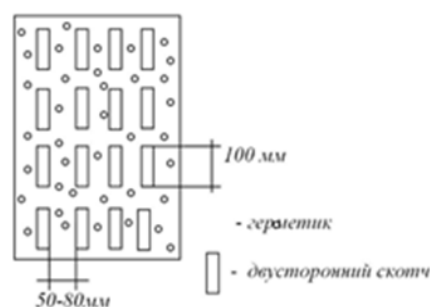

Рис. 1
3.4.2 между полосками двустороннего скотча нанести силиконовый герметик на нейтральной основе (без содержания акрила). См. рисунок 1.